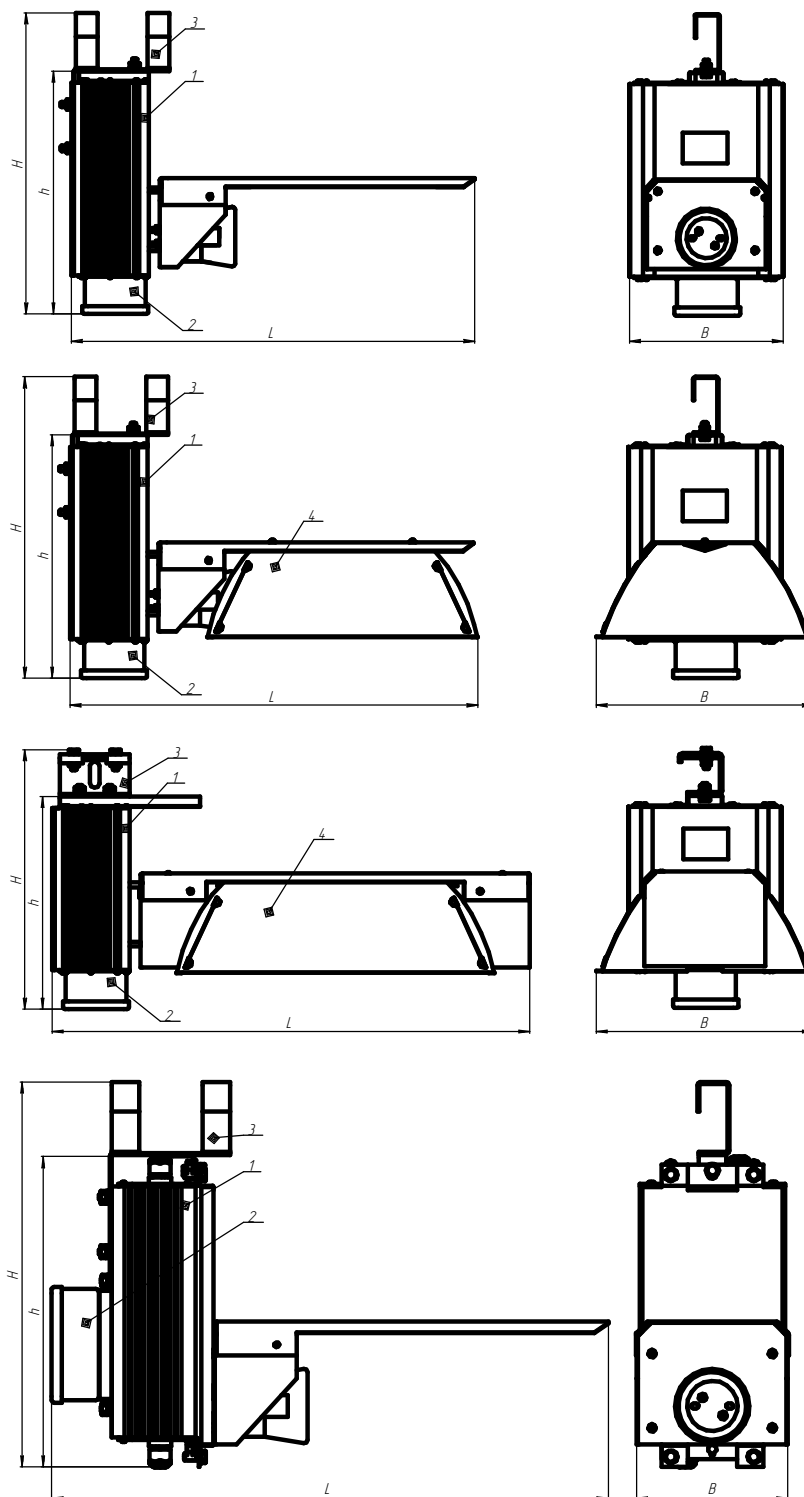

Рисунок 1 - Общий вид светильника серии ЖСП21
3.1 Светильник состоит из корпуса (поз.1, рис.1), где смонтирован ПРА, отражателя (поз.4, рис.1), узла подвеса (поз.3, рис.1) и распределительной коробки (поз.2, рис.1).
3.2 Светильники могут по желанию комплектоваться универсальным узлом подвеса (поз.3, Рис.1) позволяющим осуществлять монтаж на крюк, трос, монтажный профиль, на трубу G3/4-B.